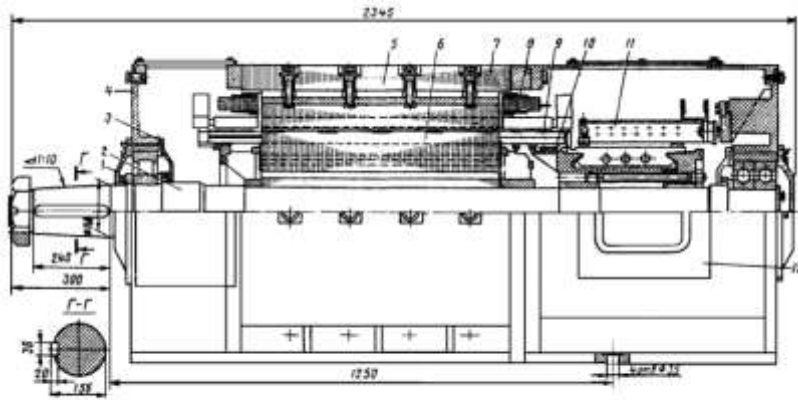

Рис. 6. Общий вид двигателя постоянного тока с высотой оси вращения  $h = 450$  мм.
14. Назовите элемент 5, изображённый на рис. 6.